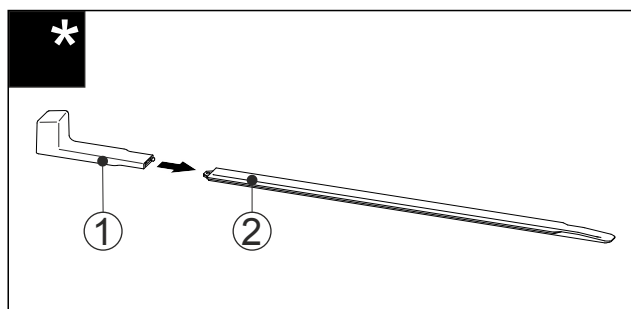

Fig. 59
- Montážní úchyt Fig. 59 (1) připevněte k nivelační liště Fig. 59 (2).